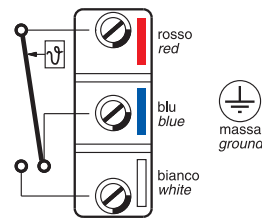

fig. 2
Vor dem Anschließen des Thermostats muss sichergestellt werden, dass die Versorgung der zu steuernden VERBRAUCHERLAST (Kessel, Pumpe, Klimaanlage, usw.) NICHT ANGESCHLOSSEN IST und den Angaben entspricht, die im Innenbereich des Geräts (Abb.2) angegeben werden. Darüber hinaus überprüfen, dass die Last mit den Belastungsfähigkeiten der Kontakte kompatibel ist (siehe Kapitel „Technische Eigenschaften“).
Collegare il morsetto rosso e il morsetto blu (fig. 2)
Connect red terminal and terminal blue (fig. 2).
**Heizung:** Verbinde den roten und blauen Stecker (Fig. 2)